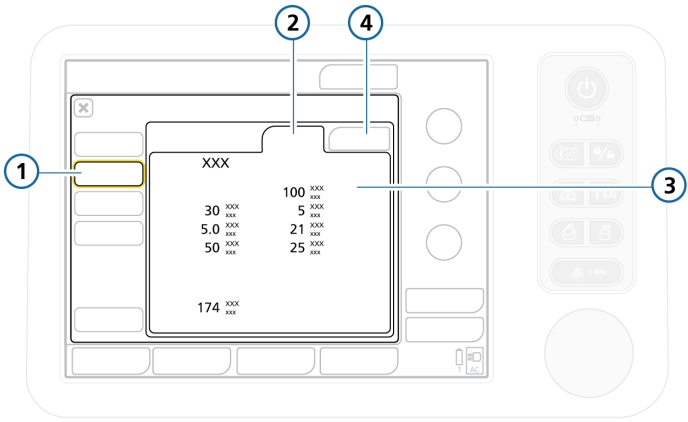

图 I-10. 模式控制配置
7. 触摸 **Vt/IBW**（或者新生儿的 **Vt/Weight**）以设置每个 IBW 或体重（新生儿）的潮气量。请参阅图 I-10 和 I-11。